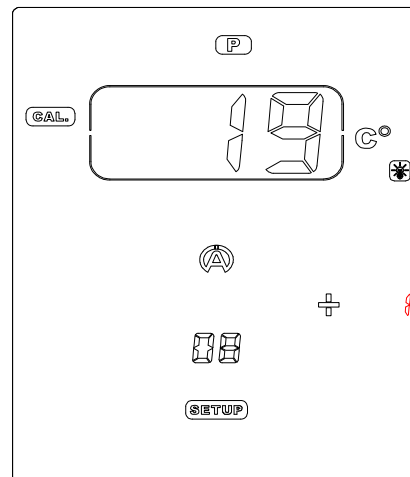

Figure 24
- 3) Avec les boutons **▽** **△**, réglez la température dans le « CADRAN » pour que la température affichée corresponde à une température de référence (figure 24)